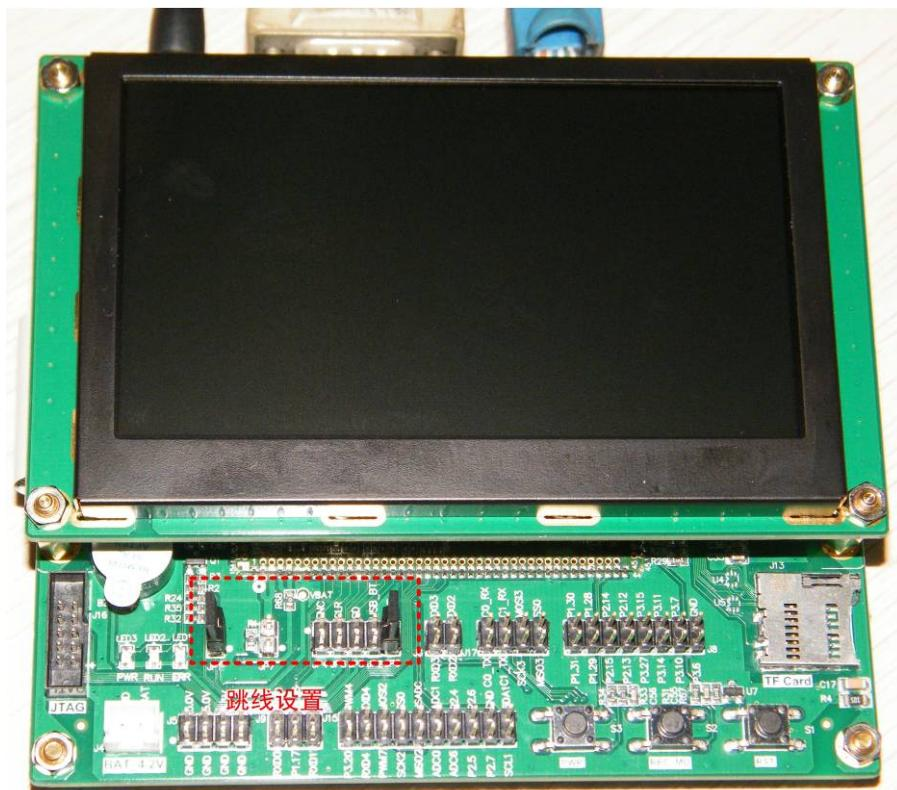

图2.23 网络烧写方案的跳线设置
- 使用短路器短接JP6（WDT，禁用看门狗），而JP2、JP3、JP4 及JP5 排针则保持断开。J7（DUART）接上串口，J10(NET)通过网线与主机连接，如图2.23所示；